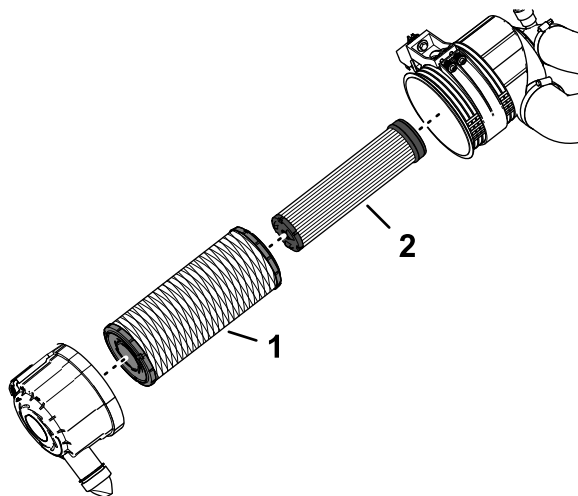

Figura 121
1. Compruebe el elemento del filtro de seguridad (Figura 121). Si el está sucio, cámbielo.
Importante: No intente nunca limpiar el filtro de seguridad (Figura 121). Sustituya el filtro de seguridad por uno nuevo después de cada tres revisiones del filtro primario.